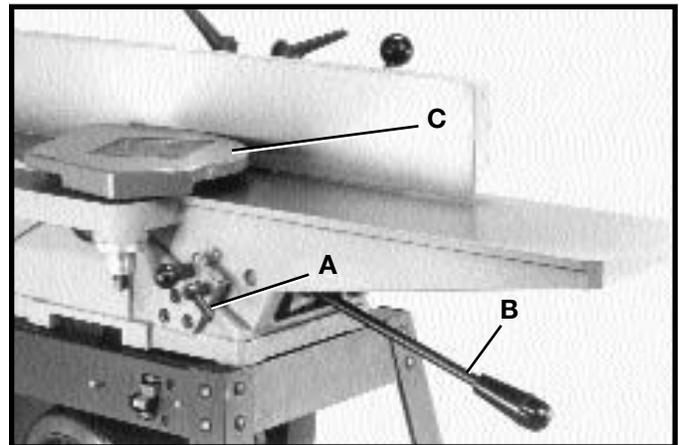

Fig. 39
2. Afloje la palanca de cierre (A) Fig. 39 y baje la mesa de alimentación al empujar la palanca de cierre (B) hacia abajo. Retire el protector del cabezal de corte (C).